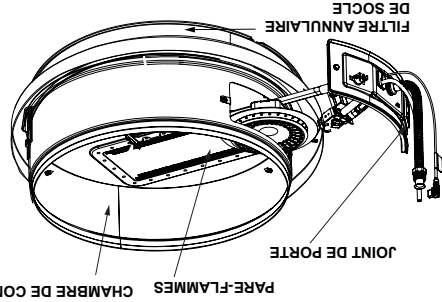

FIGURE 29.
2. À l'aide d'un aspirateur ordinaire ou d'atelier, ramasser tous les débris dans la chambre de combustion (Figure 29). À l'aide d'un jet d'air comprimé, enlever aussi la poussière ou les débris pouvant s'être accumulés sur le pare-flammes.
1. Au moins une fois par année, vérifier si de la poussière ou des débris se sont accumulés sur le filtre annulaire de socle (Figure 29). **REMARQUE** : Si le chauffe-eau est installé dans un endroit propice à l'accumulation de charpie et de saleté, il peut être nécessaire d'augmenter la fréquence d'inspection du filtre annulaire de socle.